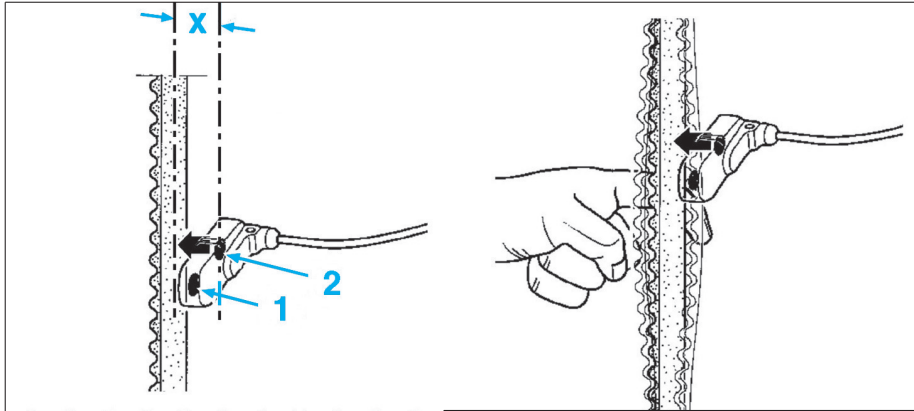

Fig. 3
- Serrer les vis de fixation du galet tendeur (1) à 3 daN.m.
Avec le fréquencesmètre One-Too Diapaz (outil Renault Mot. 1505), placer l'un des capteurs de la tête de lecture (1) ou (2) à une distance  $X = 5$  à 10 mm du brin inférieur de la courroie (les 2 capteurs (1) et (2) ne doivent pas se trouver simultanément face à la courroie lors de la mesure) puis faire vibrer la courroie à l'aide d'un doigt. La mesure est validée par un bip sonore (Fig.3).